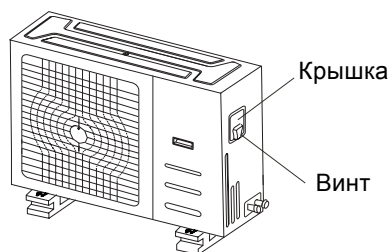

Рис. 8.1
2. Снимите крышку распределительной коробки наружного блока. Если на вашей модели нет такой крышки, отверните винты на сервисной панели и снимите с нее кожух. (см. рис. 8.1)